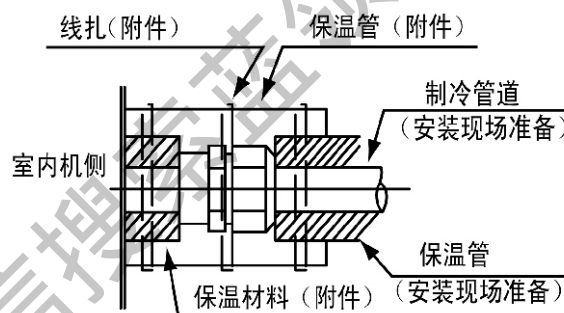

图6.2 管的保温
- (1) 确认截止阀已关闭。
- (2) 现场筹备管道。
- (3) 对于配管连接，用扳手拧紧纳子帽。
- (4) 连接完制冷剂管后，用现场提供的保温管将制冷管道保温。见图6.2。